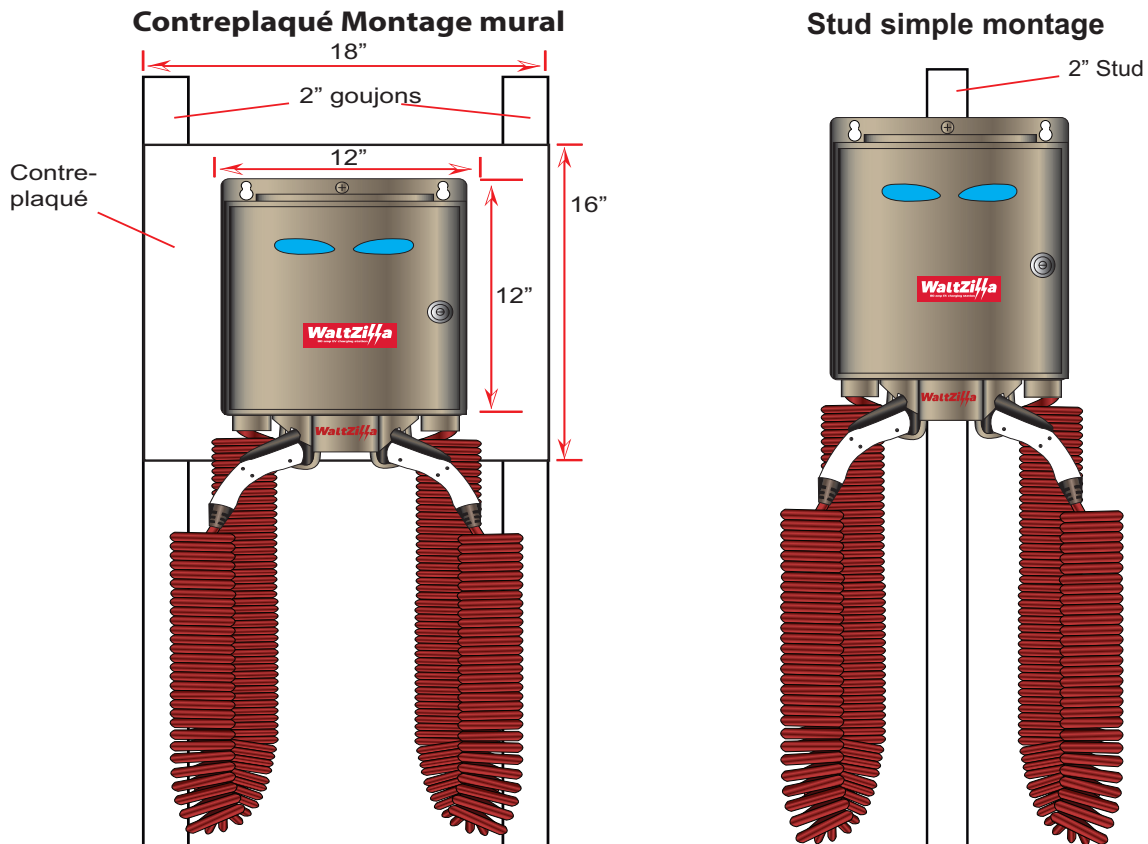

Figure 2. WattZilla Options de montage mural
1. Choisissez la méthode d'installation appropriée (étape 1a ou 1b), puis passez à l'étape suivante pour obtenir des instructions détaillées (référence Figure 2):